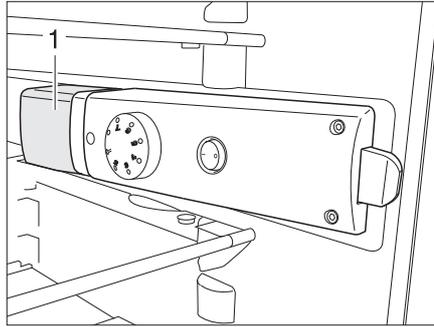

Bild 293 Kühlschrankleuchte
- Von hinten unter die Leuchtenabdeckung (Bild 293,1) fassen und Leuchtenabdeckung ca. 3 mm anheben.